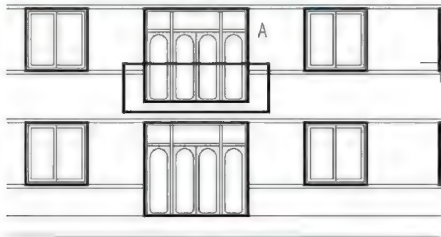

图 4.42 绘制出阳台的轮廓
(3) 启动【矩形】命令 (快捷键 REC)。
① 在指定第一个角点或 [倒角(C)/标高(E)/圆角(F)/厚度(T)/宽度(W)]: 提示下, 输入 “W” 后按 Enter 键。
② 在指定矩形的线宽 0.0000: 提示下, 输入 “50” 后按 Enter 键, 将矩形的线宽改为 50mm。
③ 在指定第一个角点或 [倒角(C)/标高(E)/圆角(F)/厚度(T)/宽度(W)]: 提示下, 输入 “@-600, -300” 后按 Enter 键, 指定矩形的第一个角点在相对坐标基点的左下部, 水平向左偏移 600mm, 垂直向下偏移 300mm。
④ 在指定另一个角点或 [面积(A)/尺寸(D)/旋转(R)]: 提示下, 输入 “@4200, 1100” 后按 Enter 键结束命令, 结果如图 4.42 所示。4200mm 为阳台的长度, 1100mm 为阳台栏板的高度 1100mm 加上封边梁的高度 300mm。